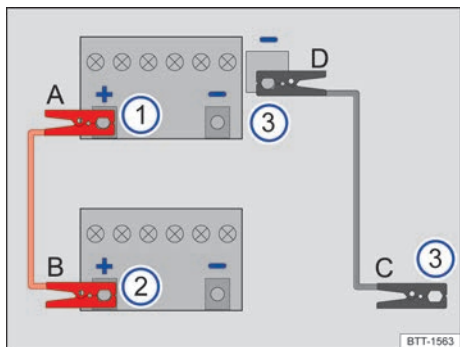

图 130 应急启动 - 电缆连接示意图
⇒ 图 130 的图例：
仅按照顺序 A - B - C - D 连接应急启动电缆 ⇒ 图 130。
- 将红色应急启动电缆的一端连接到 12V 汽车蓄电池 ⇒ 图 130 ① 电量耗尽的车辆的正极（+）上 ⇒ ▲。
- 将红色应急启动电缆的另一端连接到供电车辆 ⇒ 图 130 ② 的正极（+）上。
- 将黑色应急启动电缆的一端连接到应急启动接点（接地端） ⇒ 图 130 ③ 上。
- 将黑色应急启动电缆的另一端连接到 12V 蓄电池电量耗尽的车辆 ⇒ 图 130 ③ 上。⇒ ▲
- 仅按照顺序 D - C - B - A 断开启动辅助电缆 ⇒ 图 130。